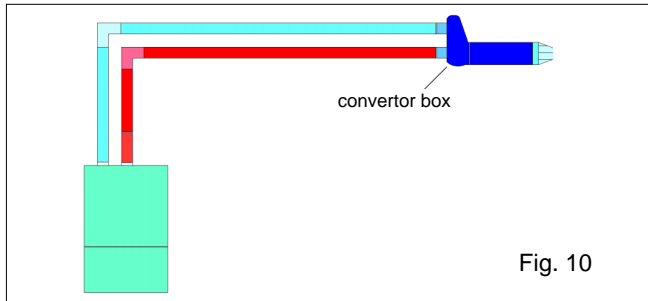

Fig. 10
**4.5.3.2 HORIZONTAL TERMINATION (fig. 10)**